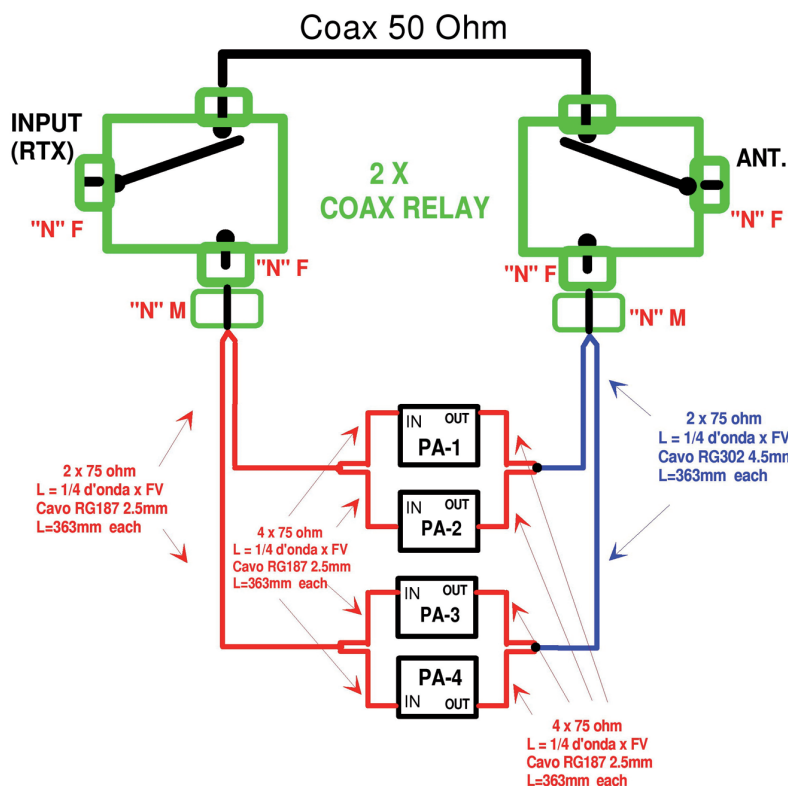

Fig. 15
N.B. Se non si riesce a reperire il Relay Coax DOPPIO (detto "Transfer"), si possono impiegare due classici Relay Coassiali che hanno un singolo scambio ... che siano di buona qualità magari corredati di Connettori "N". Per questo tipo di configurazione ci si può riferire allo schema di Fig. 15.